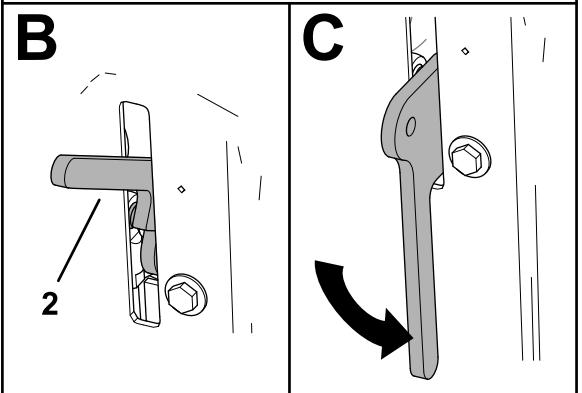

Рисунок 146
3. Полностью опустите ручку фиксатора, чтобы зафиксировать крышку (Рисунок 146).